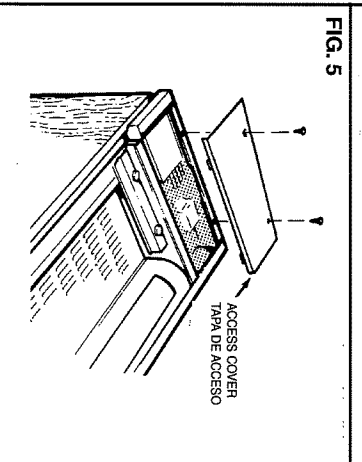

FIG. 5
5. **Remove access cover.** (FIG. 5)
5. **Quite la tapa de acceso.** (FIG. 5)